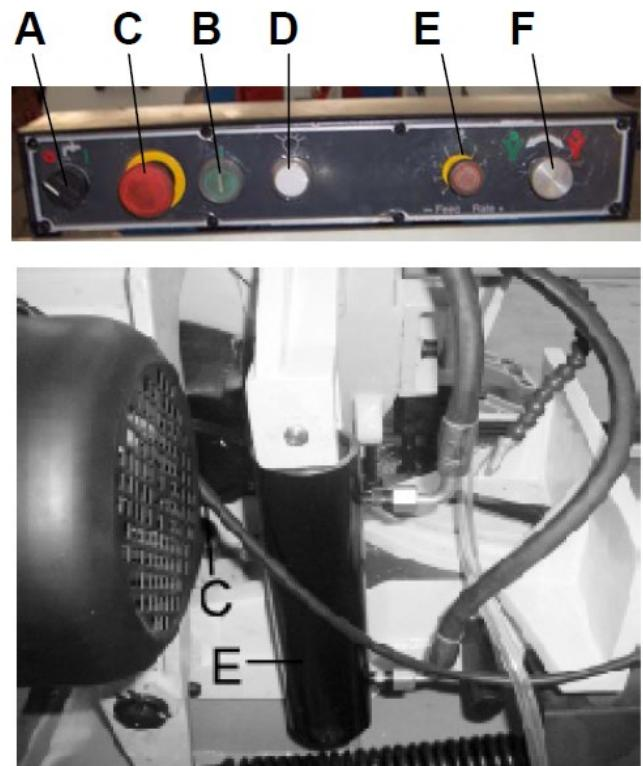

Рис. 3
3. Если станок находится в аварийном состоянии, следует нажать кнопку аварийного останова (C). После устранения аварийного состояния отжать кнопку аварийного останова. Возобновить работу станка, нажав кнопку пуска (B).
4. При использовании СОЖ повернуть переключатель выбора (A) вправо.
5. Регулировка скорости подачи во время резания: повернуть переключатель скорости (E) по часовой стрелке, чтобы увеличить скорость подачи, против часовой стрелки – чтобы снизить скорость подачи. После регулировки положения переключателя скорости (E) при помощи переключателя управления (F) включить пильную раму.
6. Станок оснащен концевым выключателем, который отключает двигатель по завершении обработки. Управление концевым выключателем (D) осуществляется рычагом (C), который при контакте с верхней поверхностью гидравлического цилиндра (E) отключает двигатель и насос подачи СОЖ (рис. 3).
7. Если отключение двигателя происходит до завершения обработки, либо двигатель работает после завершения обработки, можно отрегулировать положение концевого выключателя (D), ослабив 2 винта (рис. 3).